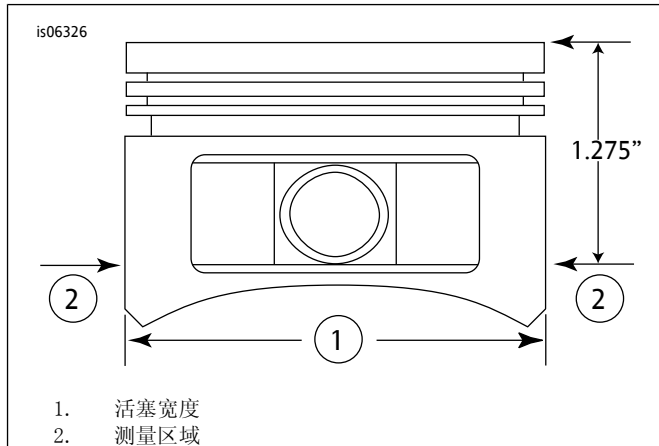

图2. 活塞测量值
5. 参见图2。测量活塞宽度（1），活塞销孔两侧水平90度方向、活塞（2）平面（顶部）向下32.38毫米（1.275英寸）处。参见表11了解此位置的活塞至汽缸配合。